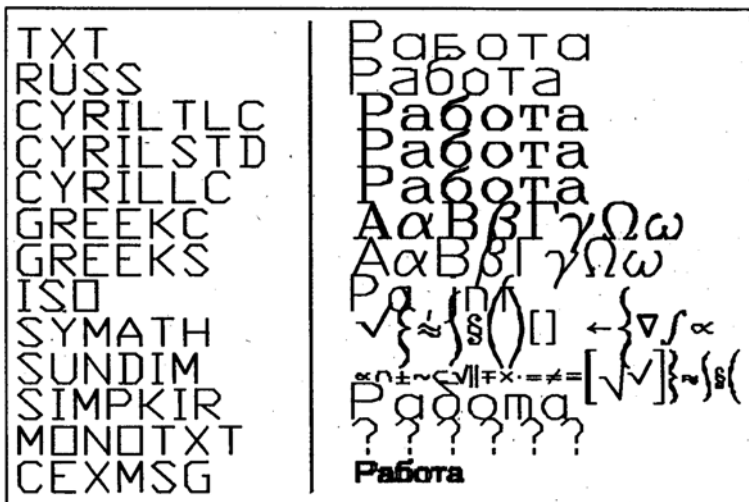

Рис. 5.13. Особенности шрифтов
- **Текст.** В AutoCAD различают понятия: шрифт и гарнитура. Шрифт (font) — модель изображения символов. Поставляются несколько различных шрифтов (рис.5.13) с различными именами: Txt, Cyrillc, Romand, Russ и др.